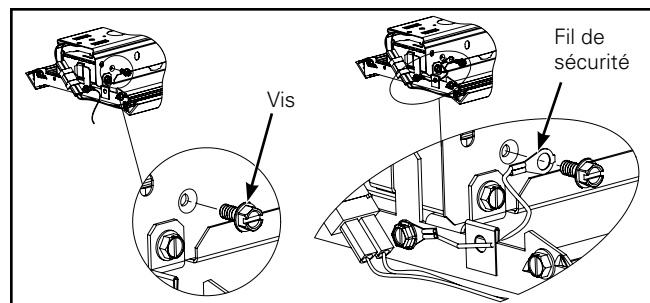

Figure 27.
9. Pour installer le fil de sécurité, retirez la vis de l'assemblage du canal et fixez à nouveau le fil de sécurité avec la même vis. (Figure 27.)